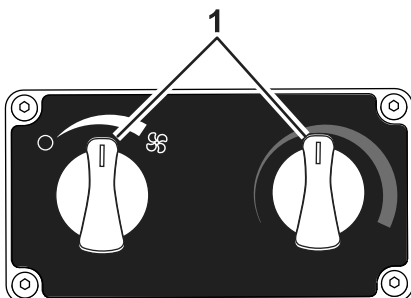

Рисунок 6
6. Переведите ручки управления в среднее положение, как показано на Рисунок 6.